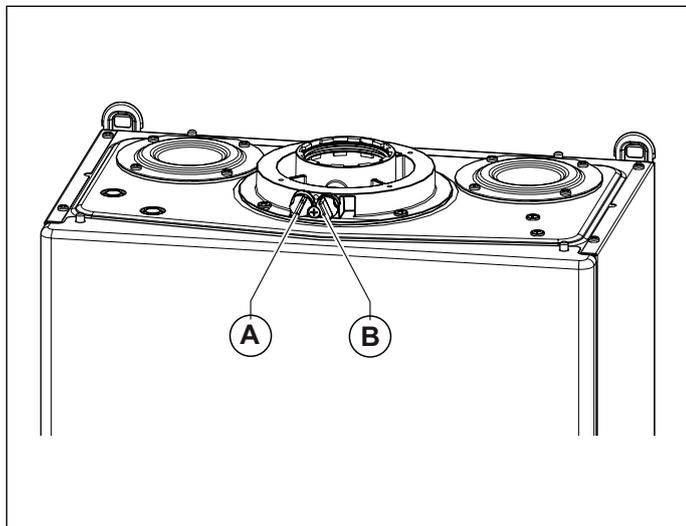
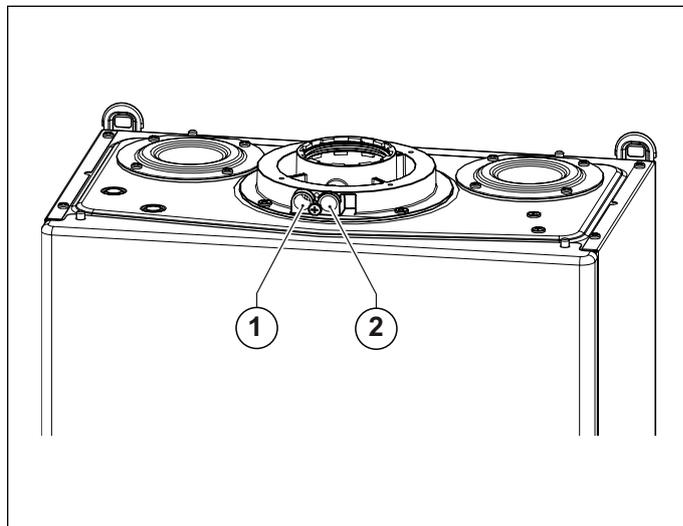

Fig. 17 Poziția bușoanelor
Fig. 18 Poziția orificiilor
Centrala termică este prevăzută cu un turn pentru racordarea conductelor de aspirație aer/evacuare gaze arse (vezi Fig. 17 Poziția bușoanelor și Fig. 18 Poziția orificiilor).
În turn au fost prevăzute orificii pentru accesul direct al aerului de combustie și pentru evacuarea gazelor arse (vezi Fig. 18 Poziția orificiilor).
Înainte de a efectua măsurătorile înlăturați bușoanele **A** și **B** din orificiile prevăzute pe turn (vezi Fig. 17 Poziția bușoanelor).
- măsurarea aerului de combustie preluat din orificiul **1** (vezi Fig. 18 Poziția orificiilor).
- măsurarea temperaturii gazelor arse și a CO₂ prelevat din orificiul **2** (vezi Fig. 18 Poziția orificiilor).